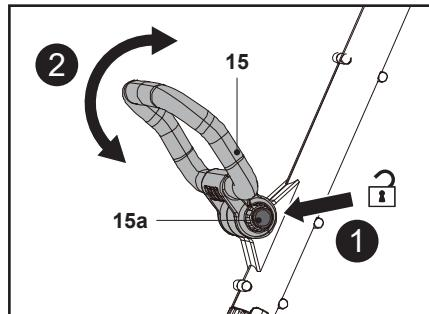

Fig. 4
- Apasă în jos butonul de blocare (15a) și ține-l apăsat, apoi rotește mânerul auxiliar (15) în sus sau în jos pentru a regla unghiul (fig. 4).
- Eliberează butonul de blocare (15a) și continuă să rabatezi mânerul auxiliar (15) până se blochează în poziție. Verifică dacă sistemul cu dinți s-a blocat în poziție.